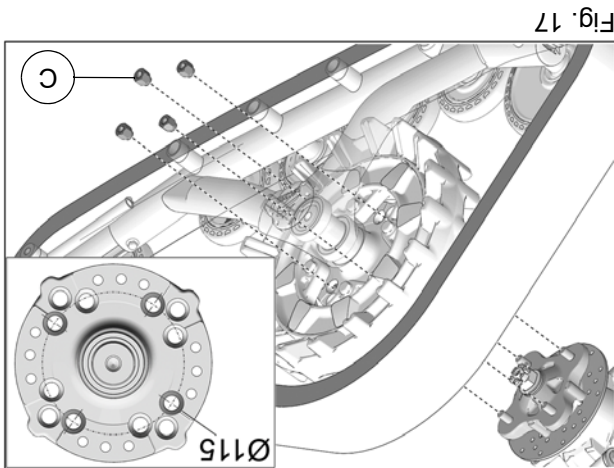

Fig. 17
7. Fixer le système de traction au moyeu de roue avant. Utiliser le cercle de perçage de Ø115mm et les écrous de roue (C) fournis. Voir la Fig. 17